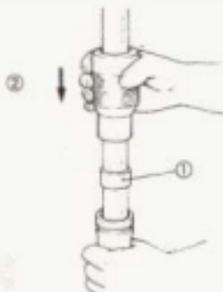

Bild 184
- Obere Gleitbuchse (11) einbauen. Dabei Werkzeug lt. Bild 56.13 verwenden. Bild 184 zeigt den Vorgang.
- 4 Gleitbuchse nach Bild 184